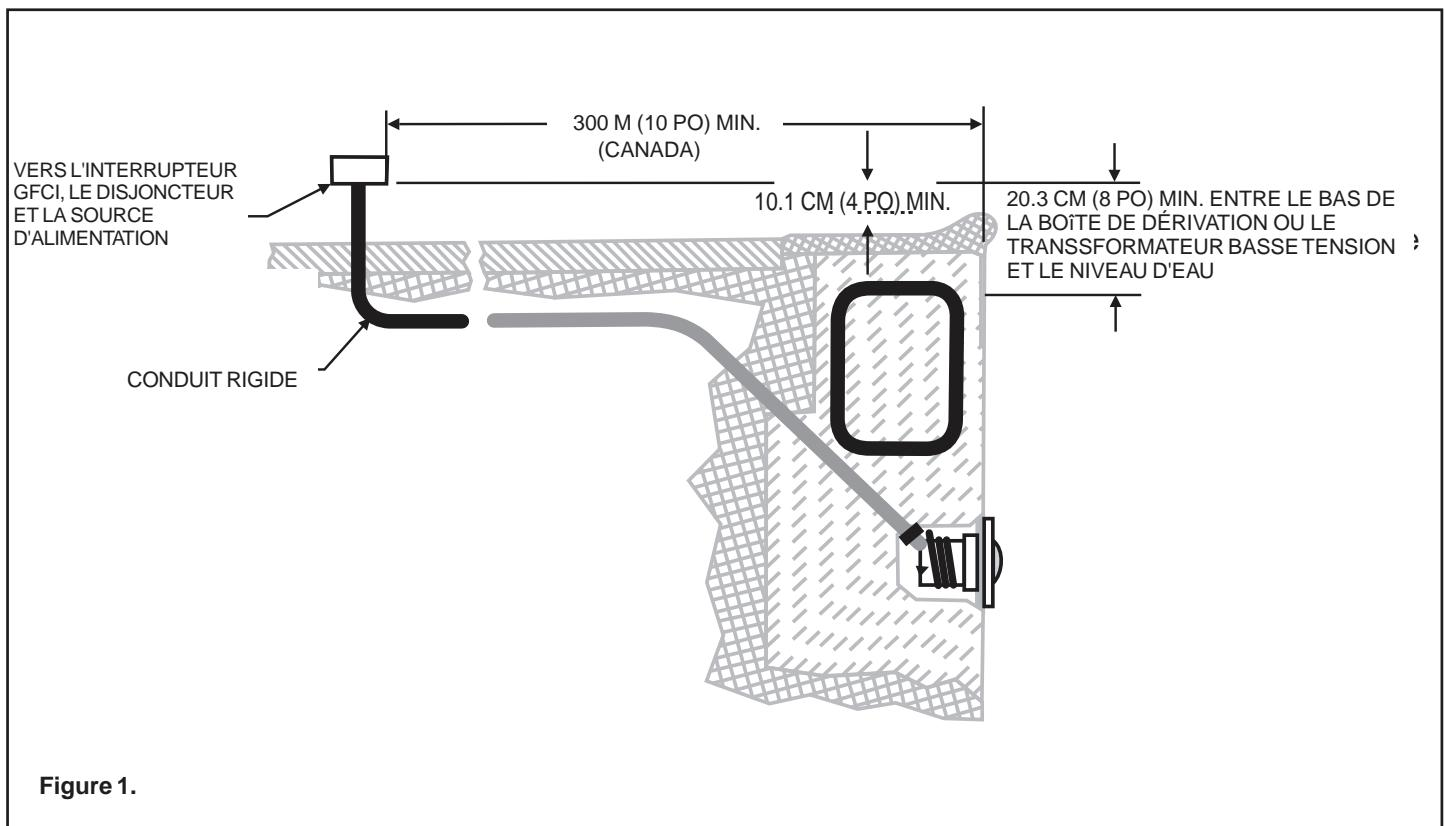

Figure 1.
- A. L'électricien devra procéder aux préparatifs suivants avant d'installer l'appareil d'éclairage (cf. figure 1).
- b. La boîte de dérivation doit être située à au moins 20,3 cm (8 pouces) au-dessus du niveau de l'eau et 10 cm (4 pouces) au-dessus du niveau du sol. Elle doit être en outre située à au moins 1,22 m (48 pouces) du bord de la piscine (cf. figure 1).